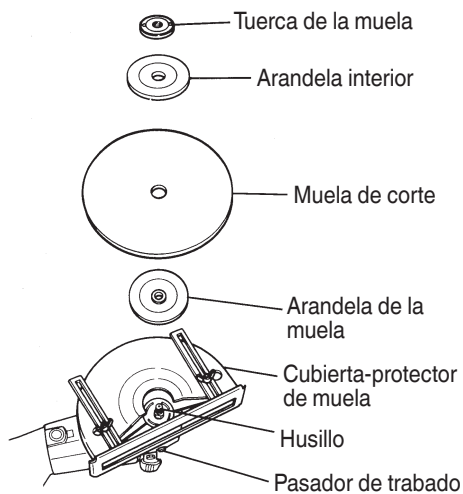

Fig. 2
Confirmar que el pasador de trabado esté suelto presionándolo dos o tres veces antes de encender la alimentación de la herramienta. (Ver la Fig. 2)
1. Montaje (Fig. 2 y 3)